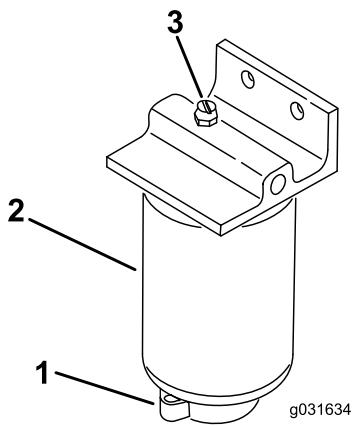

Figura 53
2. Allentate la valvola di spurgo situata nella parte inferiore del filtro (Figura 53).
1. Pulite la superficie circostante i supporti del filtro (Figura 53).